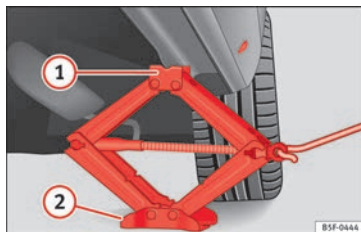

Abb. 187 Längsholm: Wagenheber ansetzen.
- Drehen Sie den Wagenheber* unter dem Aufnahmeort am Unterholm so weit hoch, bis sein Aufnahmehorn (1) »» Abb. 187 unter der vorgesehenen Aufnahme steht.
- Richten Sie den Wagenheber* so aus, dass sein Aufnahmehorn (1) in die dafür vorgesehene Aufnahme am Unterholm „greift“ und die bewegliche Grundplatte (2) plan